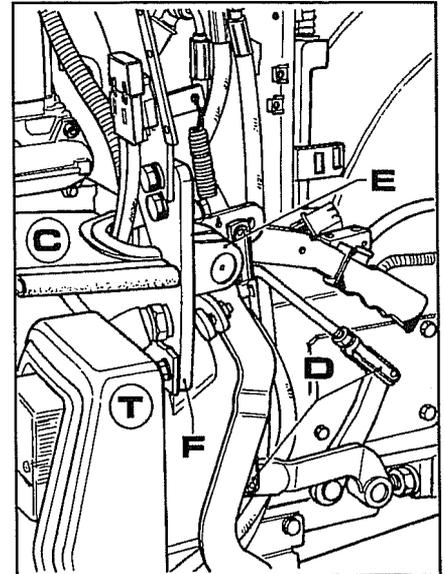

Fig. 15
15. Enlever la protection **C**, désassembler les fourches **D** puis séparer le support **E** de la bride **F** fig. 15 avec la pédale et le levier d'embrayage.